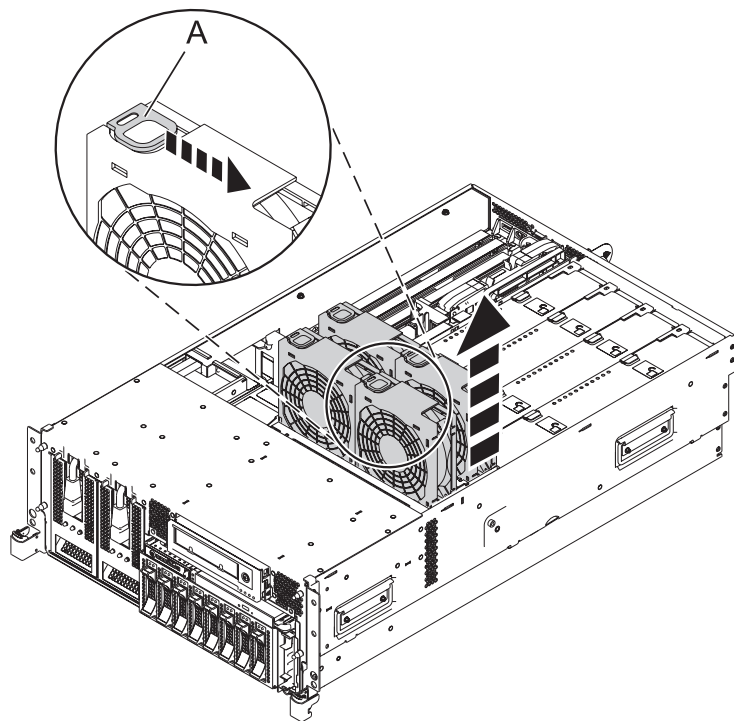

Figura 2. Extraer el ventilador del chasis de ventilador
- a. Para extraer los ventiladores, presione la pestaña (A) y levante el ventilador para sacarlo del receptáculo, como se muestra en la Figura 2 en la página 5.